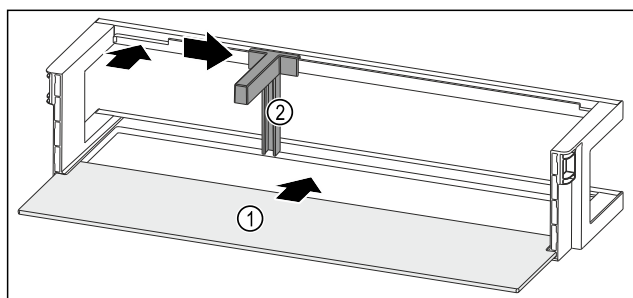

Fig. 206 Dørhylle med oppstillingsplass
- Skyv oppstillingsplassen Fig. 206 (1) inn i fordypningene på sidene.
- Sett inn flaskeholderen Fig. 206 (2) i fordypningen.
- Skyv flaskeholderen Fig. 206 (2) i ønsket posisjon til side.